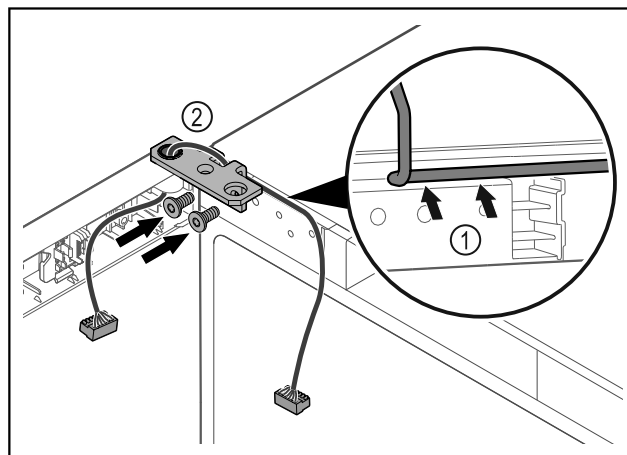

Fig. 45
- ▶ Poprowadzić kabel przez wgłębienie w zawiasie i ostrożnie go ułożyć Fig. 45 (1).
- ▶ Przykręcić zawias Fig. 45 (2).